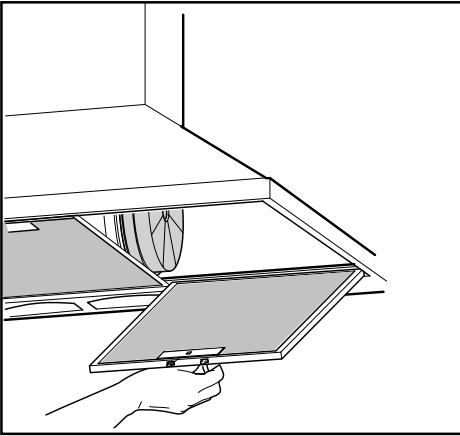

Fig.6
- La distanza minima fra la superficie di supporto dei recipienti di cottura sul dispositivo di cottura e la parte più bassa della cappa da cucina deve essere di almeno 65 cm. Se dovesse essere usato un tubo di connessione composto di due o più parti, la parte superiore deve essere all'esterno di quella inferiore. Non collegare lo scarico della cappa ad un condotto in cui circoli aria calda o utilizzato per evacuare fumi degli apparecchi alimentati da un'energia diversa da quella elettrica. Prima di procedere alle operazioni di montaggio, per una più facile manovrabilità dell'apparecchio disinserire i filtri/i antigrasso (Fig.6).